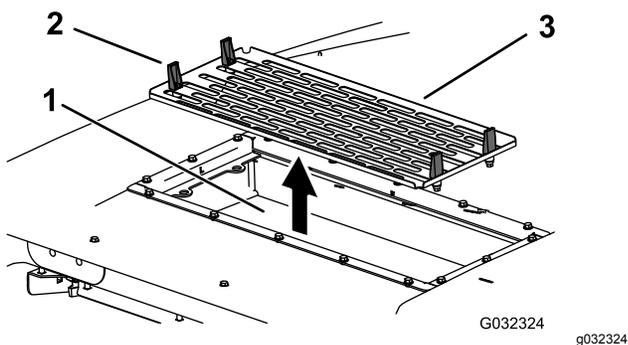

**Figura 95**
6. Instale os filtros de ar, painel e conjunto da ventoinha (Figura 93, Figura 95 e Figura 96).
7. Ligue o fio de cada uma das ventoinhas (Figura 95).